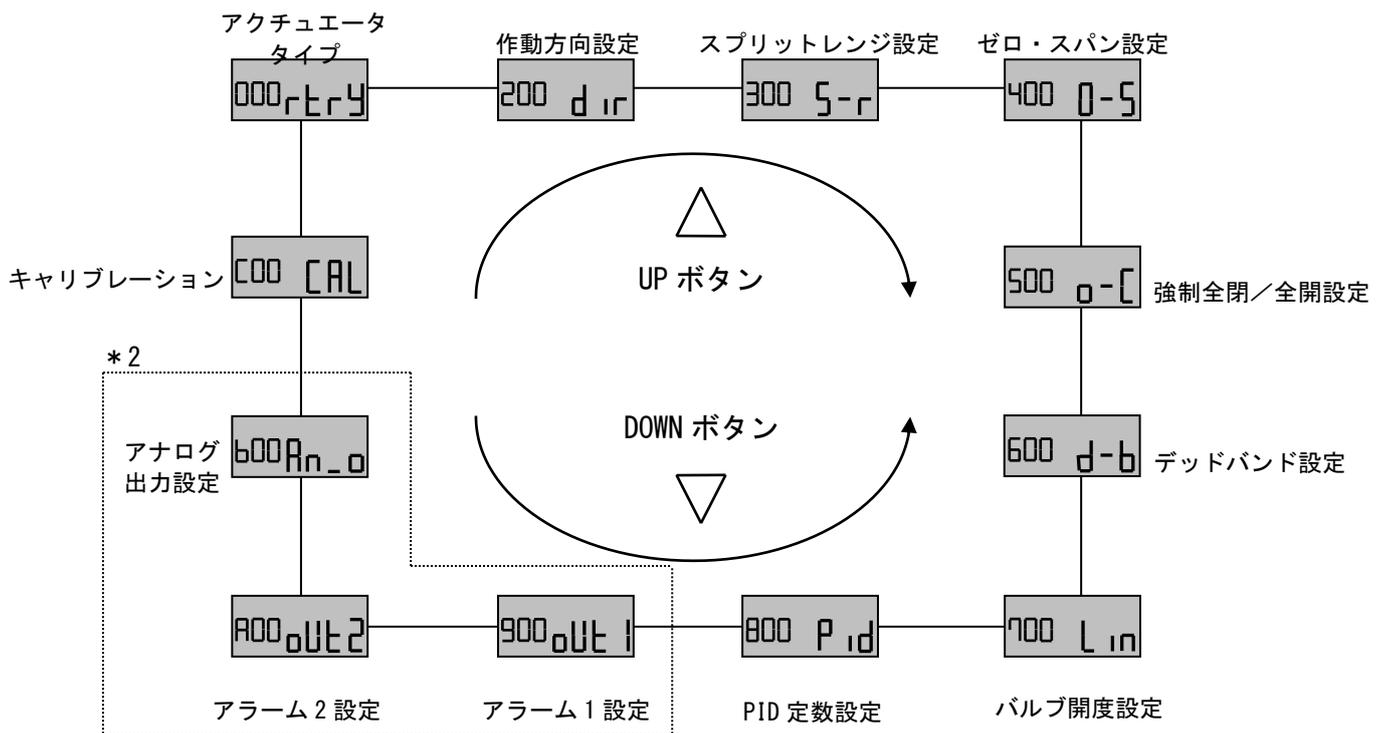

図 23
- (1) 最初に入力電流を投入する場合は、パラメータモードのみ選択可能です。「■初期調整」に従い、キャリブレーションを行ってください。
- (2) (1) を実行後、次回からの入力電流投入時はオートモードからの使用となります。
- (3) パラメータコードを図 23 に示します。標準（オプション無）では 8 個の設定項目があります。また、オプション出力付では 11 の設定機能があります。パラメータモードにて、ダウンボタンまたはアップボタン（ ∇ or Δ ）をパラメータ順にスクロールします。
- (4) パラメータはパラメータコードが点滅しながら停止し、セットボタン（ $\odot + \Delta$ ）を同時に 1 秒以上押すことで内容の変更ができます。数値の変更は、ダウンボタンまたはアップボタン（ ∇ or Δ ）を押すことで変更できます。数値を決定後、モードボタン（ \odot ）を 1 秒以上押すことで、パラメータコードが点滅している状態に戻ります*1。
- (5) セットボタン（ $\odot + \Delta$ ）を 1 秒以上押すことでパラメータの下の階層に入ることができ、モードボタン（ \odot ）を 1 秒以上押すことで元に戻るサブメニューがあります。
- (6) パラメータコードの詳細内容については、次項「■パラメータコード詳細内容」を参照ください。
*2：基本型（IP8101-0※0）及び HART 通信機能付（IP8101-0*3）については、図 23 の破線で囲ったパラメータは表示されませんのでご注意ください。